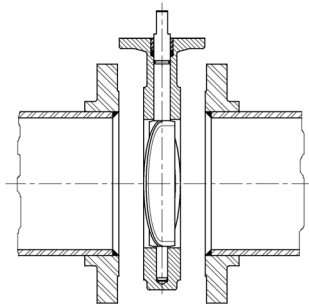

Fig. 1
- 3 - Verificar se os flanges estão paralelos e alinhados, e se a distância entre flanges é suficiente para a montagem (Fig. 1).